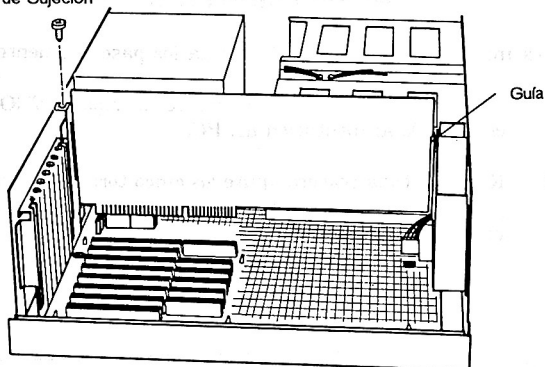

Figura 2
5. Quite el tornillo de sujeción y la placa de la ranura 8, según se muestra en la Figura 2. La placa se puede tirar, pero hay que guardar el tornillo para sujetar la tarjeta.
6. Coloque la tarjeta en la posición correcta y asegúrese de que el conector del borde de la tarjeta encaje completamente en el conector de la base del PC. Sujete la tarjeta con el tornillo que se ha quitado en el Paso 5. Ver la Figura 2.